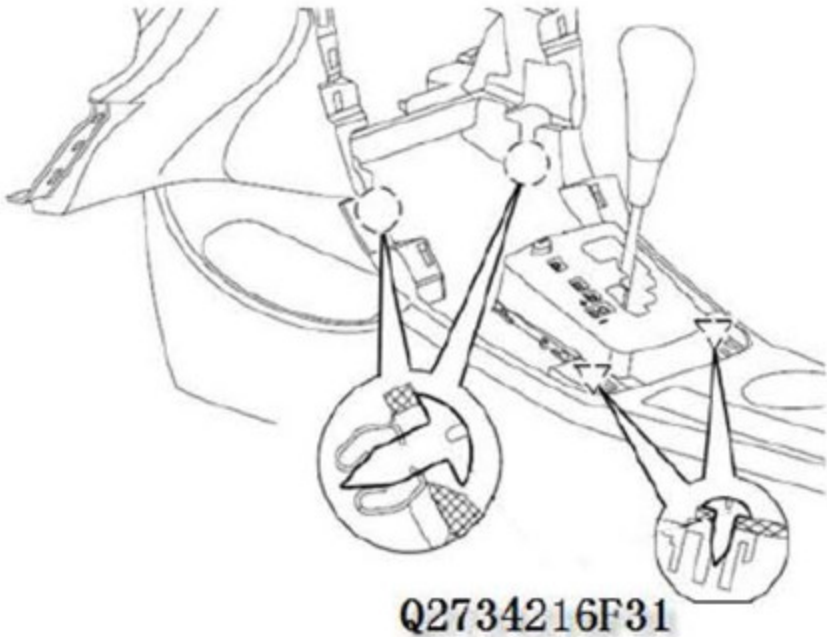

图6-2-9 副仪表板固定螺钉的拆卸
(4)用十字螺丝刀将固定副仪表本体四个螺钉(Q2734216F31十字槽大半圆头自攻螺钉)依次松开并取下螺钉。前面与仪表板下本体连接,后面与换挡机构相连,如图6-2-9所示;